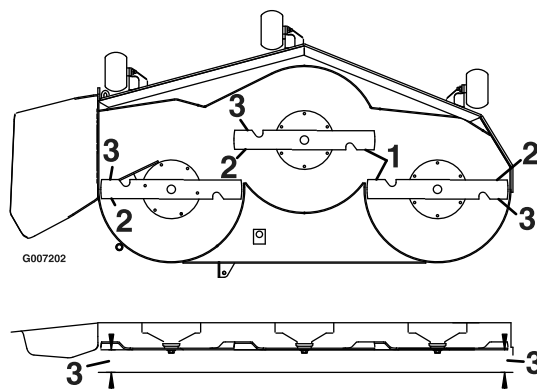

Figure 62
4. Mesurez la distance entre les tranchants extérieurs et le sol plat (Figure 62). Si les deux mesures diffèrent de plus de 5 mm (3/16"), un réglage s'impose. Poursuivez la procédure de mise à niveau.